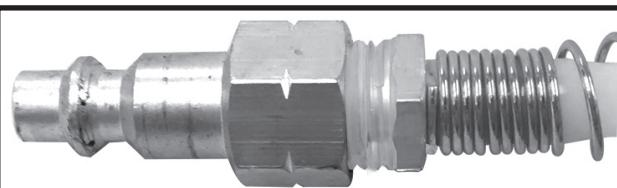
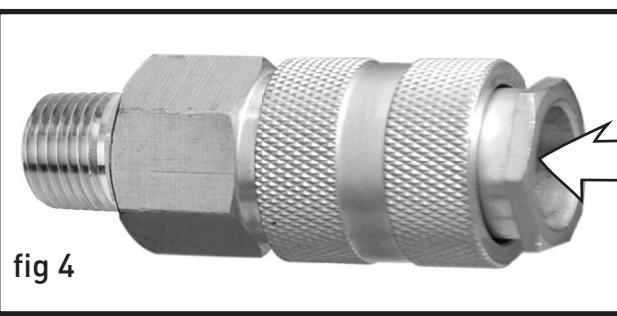

fig 3
fig 4
Votre compresseur à air est fourni avec un coupleur d'air de 1/4 "(fig. 3). Avec un coupleur d'air installé en usine, votre compresseur est prêt à accepter des tuyaux d'air équipés de connecteurs d'air mâle 1/4" (fig. 4).
Pour installer un tuyau d'air équipé d'un connecteur mâle de 1/4 "(fig. 3):
1. Appuyez simplement sur le "connecteur" ou "brancher" dans le raccord (fig. 4) et s'engage automatiquement.